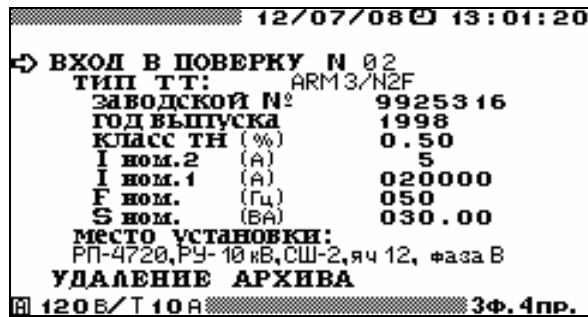

Рис. 4.39. Окно входа в режим поверки ТТ
Перед началом проверки необходимо задать параметры проверяемого ТТ. В окне входа в режим проверки ТТ (рис. 4.39) задаются следующие параметры проверяемого ТТ:
Для изменения любого из параметров, соответствующих выбранному типу ТТ (рис. 4.39), необходимо подвести курсор к соответствующему параметру и нажать клавишу «ENT». В открывшемся окне с помощью цифровой клавиатуры и клавиш **<**, **>** ввести нужные значения. Для ввода нового значения необходимо нажать клавишу «ENT», для отказа от ввода набранного значения необходимо нажать клавишу «ESC».
- заданное в окне входа в режим поверки ТТ (рис. 4.39) номинальное значение полной мощности поверяемого ТТ, ВА;
- заданное в окне входа в режим поверки ТТ (рис. 4.39) номинальное значение тока вторичной обмотки, А;